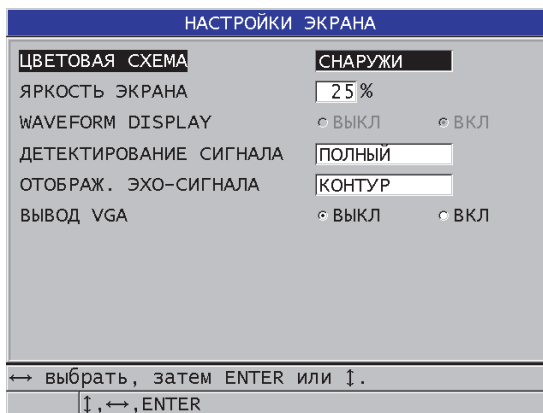

Рис. 4-3 Окно НАСТРОЙКИ ЭКРАНА
2. В окне **НАСТРОЙКИ ЭКРАНА** (см. Рис. 4-3 на стр. 48) выберите необходимый параметр и задайте нужное значение: